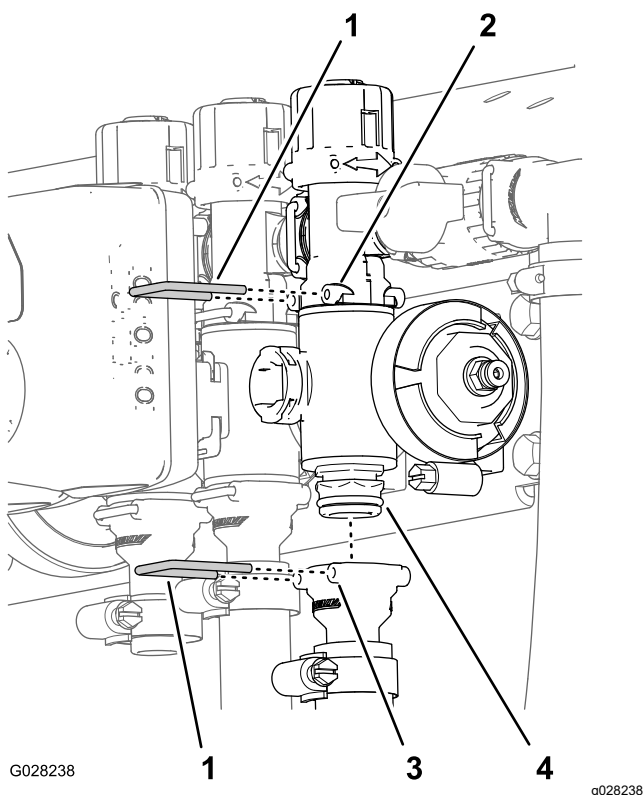

Figura 74
2. Retire las horquillas de retención que sujetan el conector de salida al distribuidor de la válvula de sección y el distribuidor de la válvula al acoplamiento de desvío (Figura 74).